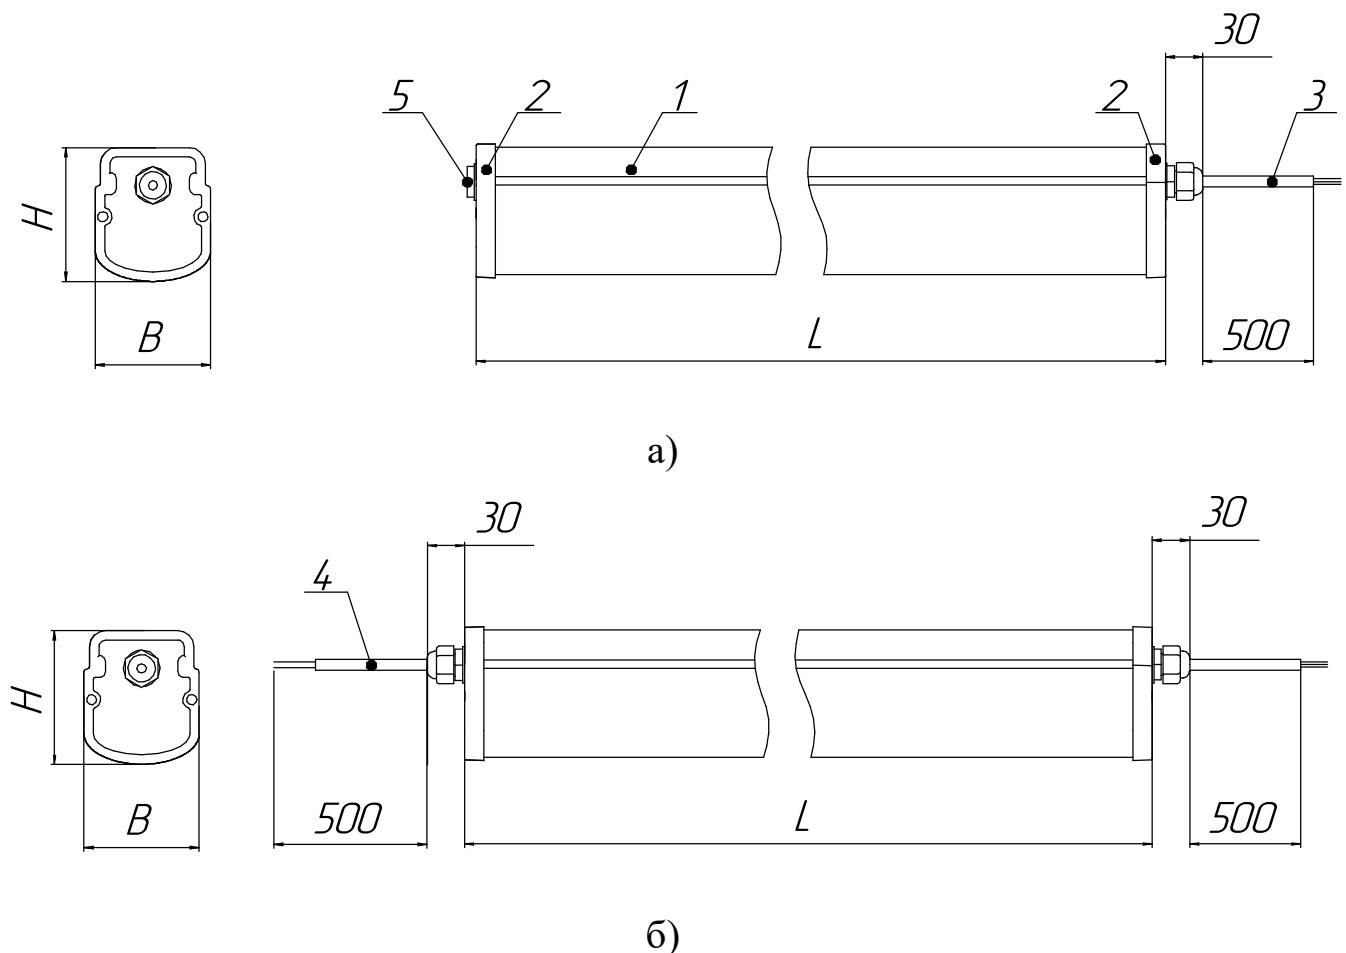

Рисунок 1 - Общий вид светильников серии ДСП52 Optima ЕМ
5.7 В светильниках присутствует ручное тестирование аварийного режима. Выключите светильник. Зажмите кнопку на торце светового прибора (см. рисунок 1а, поз. 5). Источник питания светильника переключится в аварийный режим, напряжение на светодиодные модули будет подаваться от аккумулятора. Для возврата в рабочий режим, отпустите кнопку ручного тестирования.